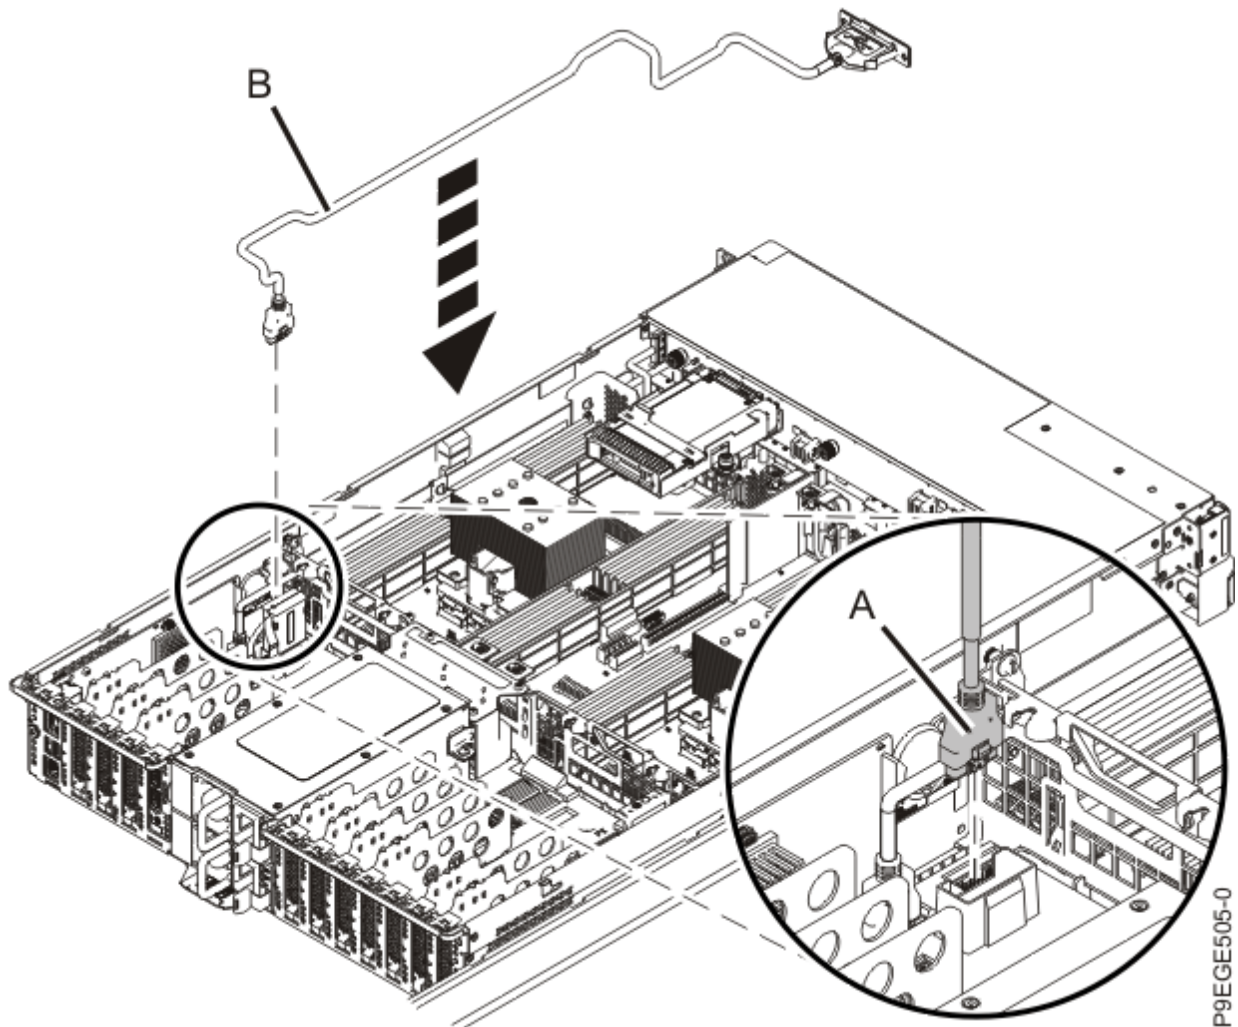

Figura 12. Instal·lació del cable frontal USB
4. Endol·leu el cable USB **(A)** al connector de la placa posterior del sistema tal com es mostra a la Figura 12 a la pàgina 14.